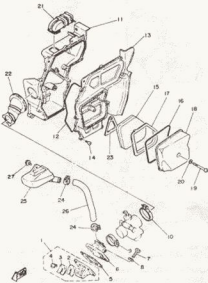

Bild 25a
- 1 bis 14, vergleiche Legende zu Bild 25a